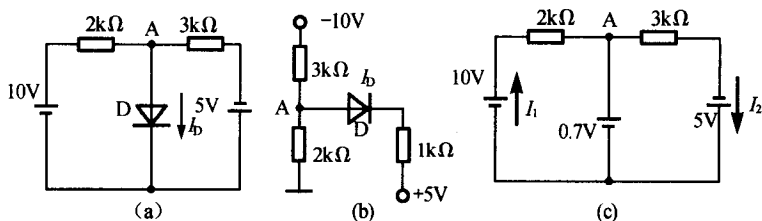

图 14.9
14.2.3 如图 14.9(a)、(b) 所示的电路中,设二极管导通时的正向压降 $U_D = 0.7\text{V}$ 。计算流过二极管电流 I_D 。
解: (a) 将D开路, $U_A = \frac{10+5}{2+3} \times 3 - 5 = 4\text{V}$, D 导通画出其等效电路如图 14.9(c)